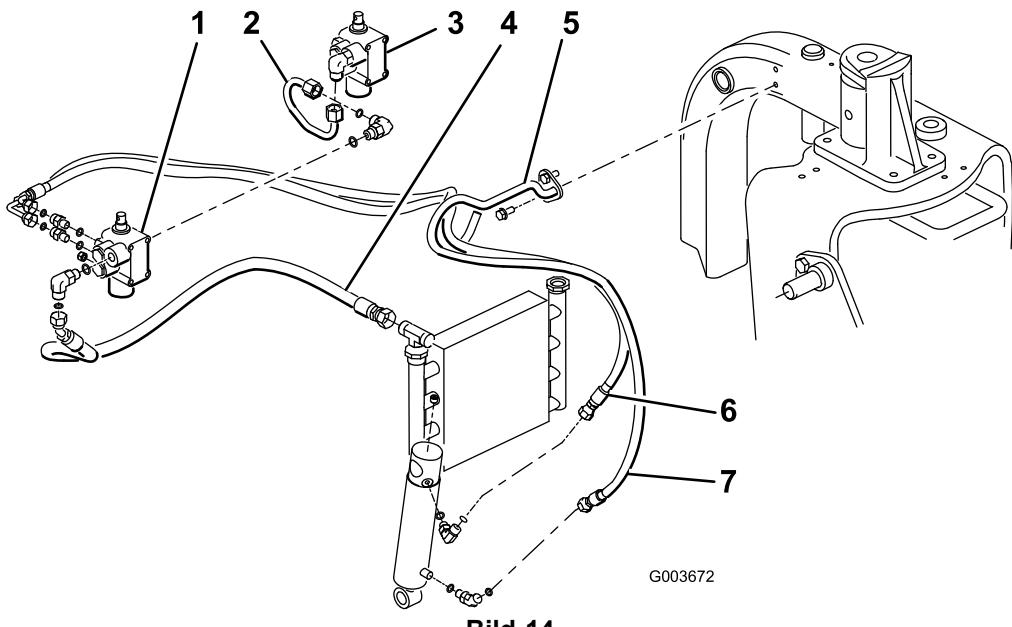

Bild 14
Hinweis: Um den Ölverlust beim Abnehmen des Hydraulikschlauches zu verringern, sollten Sie den Ersatzschlauch griffbereit haben, Sie können das Anschlussstück am Kühler auch mit einer der Versandschutzkappen verschließen, die Sie vom Schlauch abgenommen haben, Bestellnummer 108-8447 (Bild 14).
4. Schließen Sie den Schlauch, Bestellnummer 108-8447, an das 90-Grad-Anschlussstück an der linken Seite des neuen Ventils und das freie Anschlussstück am bestehenden Hubventil an (Bild 14).
5. Schließen Sie das 45-Grad-Anschlussstück am Hydraulikschlauch, Bestellnummer 108-8449, an das 90-Grad-Anschlussstück an der rechten Seite des Ventils und an das gerade Ende des Schlauches zum freien Ölkühleranschlussstück an (Bild 14). Angaben zur Schlauchverlegung finden Sie unter Bild 15 und Bild 16.
6. Befestigen Sie den Drahtschlauchhalter mit zwei Gewindeschrauben am linken Rahmenrohr (5/16 x 3/4 Zoll) (Bild 14).
7. Schließen Sie das kurze 90-Grad-Anschlussstück am Hydraulikschlauch, Bestellnummer 108-8453, am oberen, geraden Anschlussstück hinten am Ventil an. Verlegen Sie den Schlauch durch den Drahtschlauchhalter und schließen Sie das gerade Ende des Schlauches am oberen Anschlussstück am Hydraulikzylinder an (Bild 14). Angaben zur Schlauchverlegung finden Sie unter Bild 15 und Bild 16. Stellen Sie sicher, dass der Schlauch nicht in der Nähe von scharfen, heißen oder sich bewegenden Bauteilen verlegt ist.
8. Schließen Sie das lange 90-Grad-Anschlussstück am Hydraulikschlauch, Bestellnummer 108-8454, am unteren, geraden Anschlussstück hinten am Ventil an. Verlegen Sie den Schlauch durch den Drahtschlauchhalter und schließen Sie das gerade Ende des Schlauches am unteren Anschlussstück am Hydraulikzylinder an (Bild 14). Angaben zur Schlauchverlegung finden Sie unter Bild 15 und Bild 16. Stellen Sie sicher, dass der Schlauch nicht in der Nähe von scharfen, heißen oder sich bewegenden Bauteilen verlegt ist.